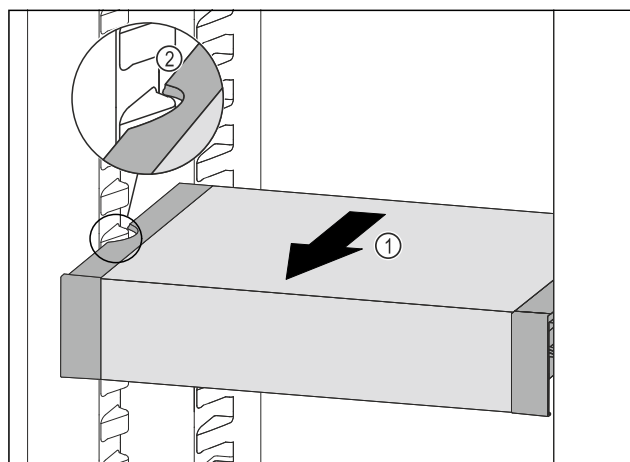

Fig. 110
- VarioSafe nach vorne ziehen Fig. 110 (1), bis sich die seitlichen Aussparungen des VarioSafes auf Höhe der Behälterrippe im Kühlteil befinden. Fig. 110 (2)